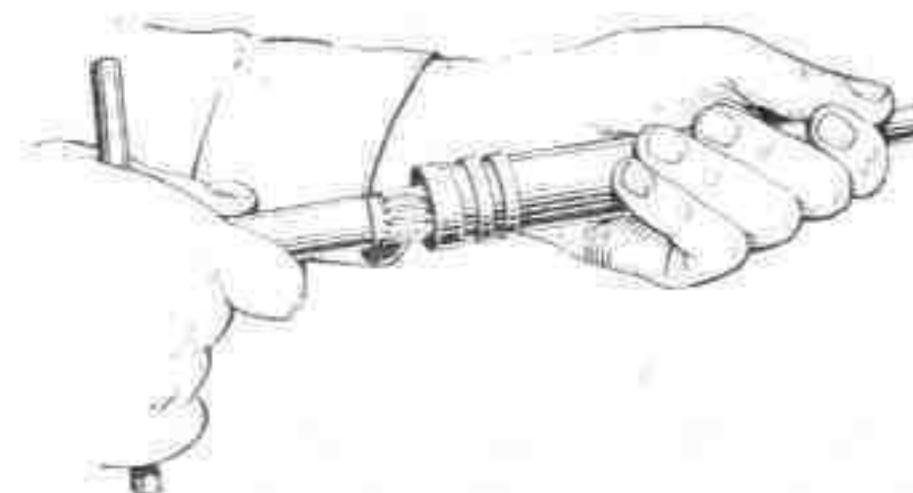

Рис. 64. Чистка поршня
6) Поршень чистить с помощью прочистки (рис. 64), которую вставить в него, и, поворачивая прочистку с помощью выколотки, удалить нагар.